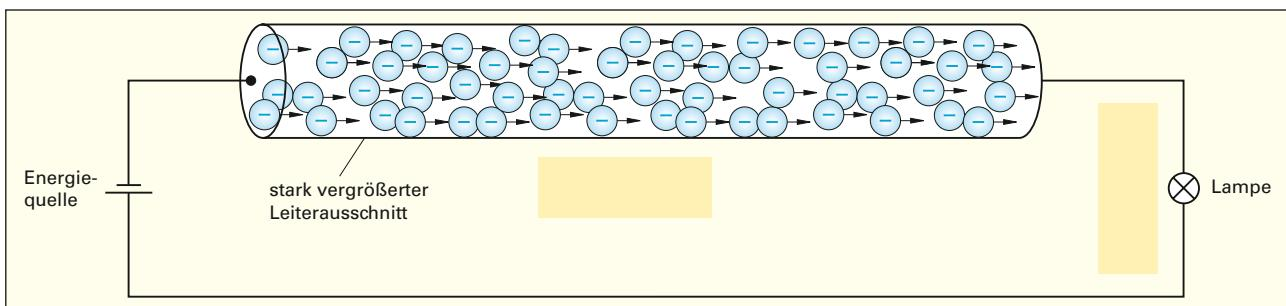

Bild 1: Stromfluss im Leiter
4. Das **Bild 1** zeigt den vereinfachten Ausschnitt eines metallischen Leiters mit der Flussrichtung der Elektronen. Tragen Sie die Bezugspfeile und das Formelzeichen für die technische Stromrichtung ein.